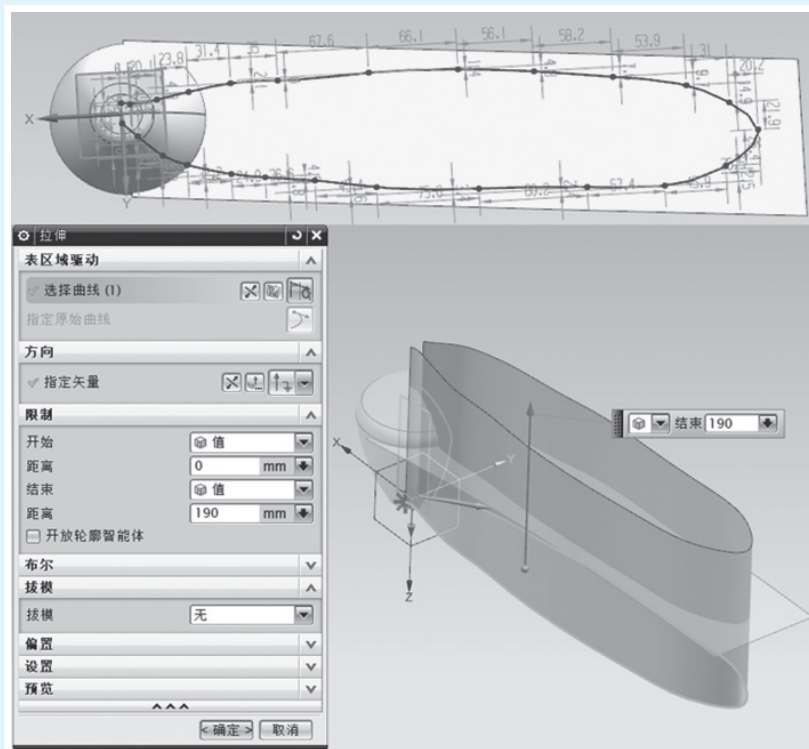

图 1-76
(10) 利用“拉伸”工具，在 XC-YC 基准平面上绘制样条曲线，创建如图 1-76 所示的拉伸曲面 2。